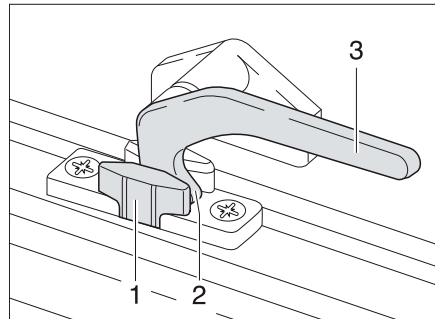

Fig. 40 Levier de verrouillage en position "Aération permanente"
- En position "Aération permanente" (Fig. 40)
- Tourner le levier de verrouillage (Fig. 40,3) d'un quart de tour vers le centre de la fenêtre.
- Remettre le levier de verrouillage en position initiale. Le tenon de verrouillage (Fig. 40,2) doit pénétrer alors dans le logement prévu à cet effet dans le verrouillage de fenêtre (Fig. 40,1).